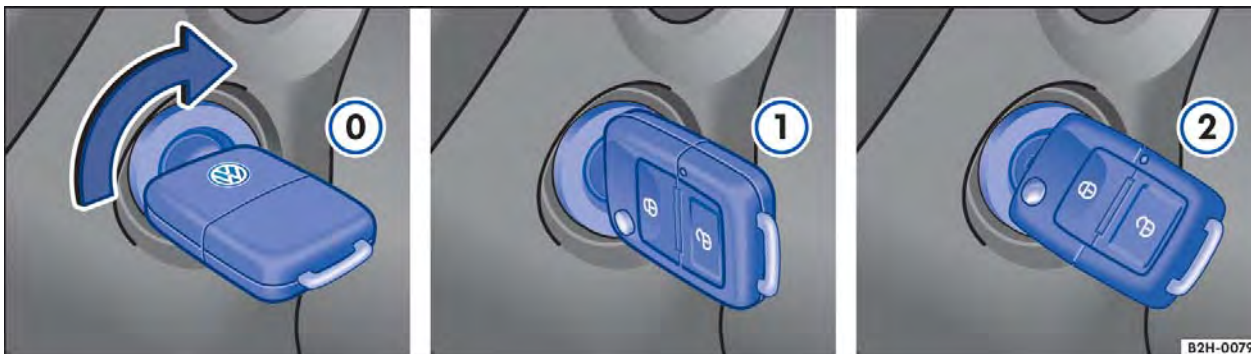

Fig. 98 Posições da chave do veículo no cilindro da ignição.
Posições da chave do veículo ⇒ Fig. 98
3.	Adicionalmente em motor a diesel: para pré-incandescência, girar a chave do veículo na ignição para a posição ⇒ Fig. 98 ①. A luz de controle  se acende no instrumento combinado.
4.	Girar a chave do veículo no cilindro da ignição para a posição ⇒ Fig. 98 ② – não acelerar.
5.	Girar a chave do veículo no cilindro da ignição para a posição ⇒ Fig. 98  .